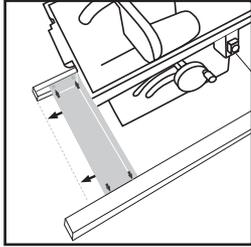

Abb. 1
- Richten Sie die Tischverlängerung mit dem Ende der hinteren Gleitschiene aus. (**Abb. 1**)